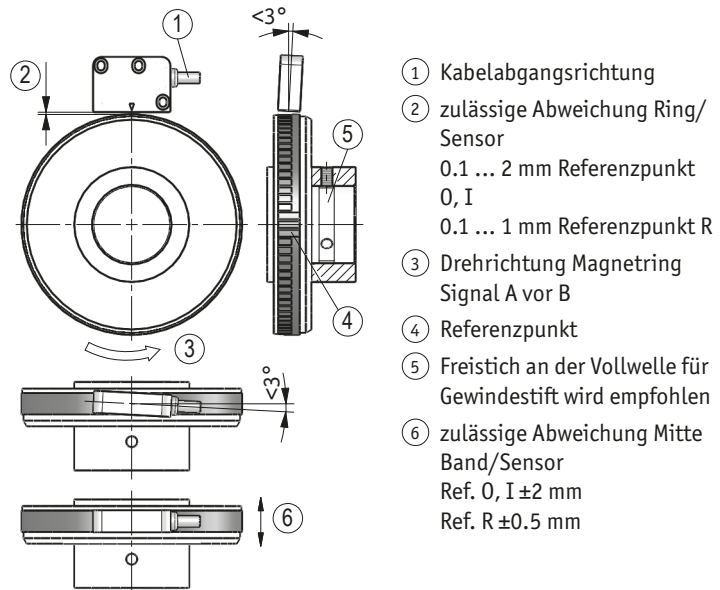
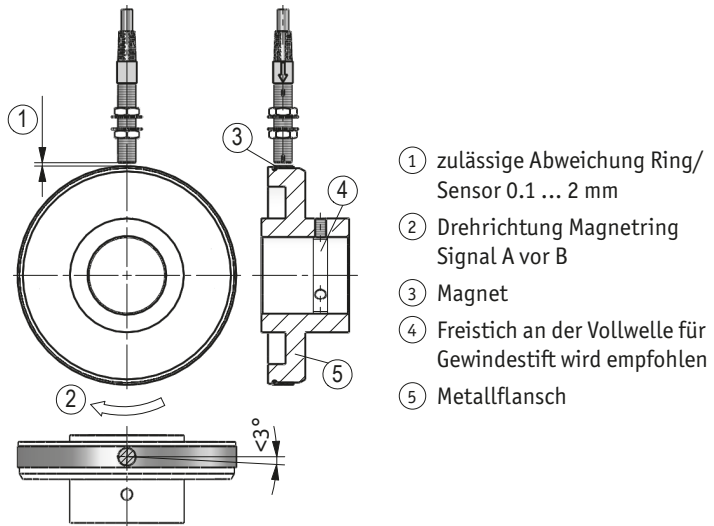

Abb. 9: Definition der Zählrichtung mit Magnetring und Montage Sensor/Magnetring, Abstandsmaße, Toleranzen
Abb. 10: Definition der Zählrichtung mit Magnetring und Montage Sensor/Magnetring, Abstandsmaße, Toleranzen
3. Ein Wellenfreistich entsprechend Abb. 9, Abb. 10 wird empfohlen.
3. Ein Wellenfreistich entsprechend **Abb. 9**, **Abb. 10** wird empfohlen.